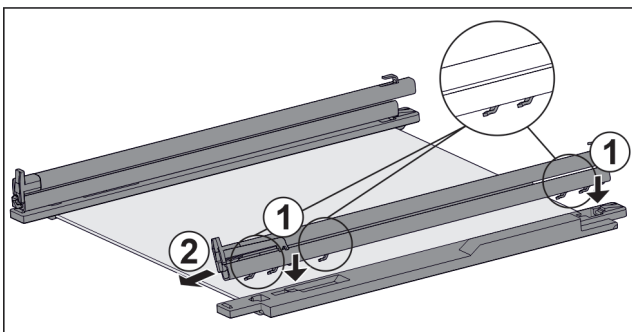

Fig. 125 Glasplaat met rails en vasthouddelen
- ▶ Haken van de rail op de openingen van het **linker** vasthoudddeel plaatsen. Fig. 125 (1)
- ▶ Rail naar voren trekken. Fig. 125 (2)
- ▶ Haken van de rail op de openingen van het **rechter** vasthoudddeel plaatsen. Fig. 125 (1)